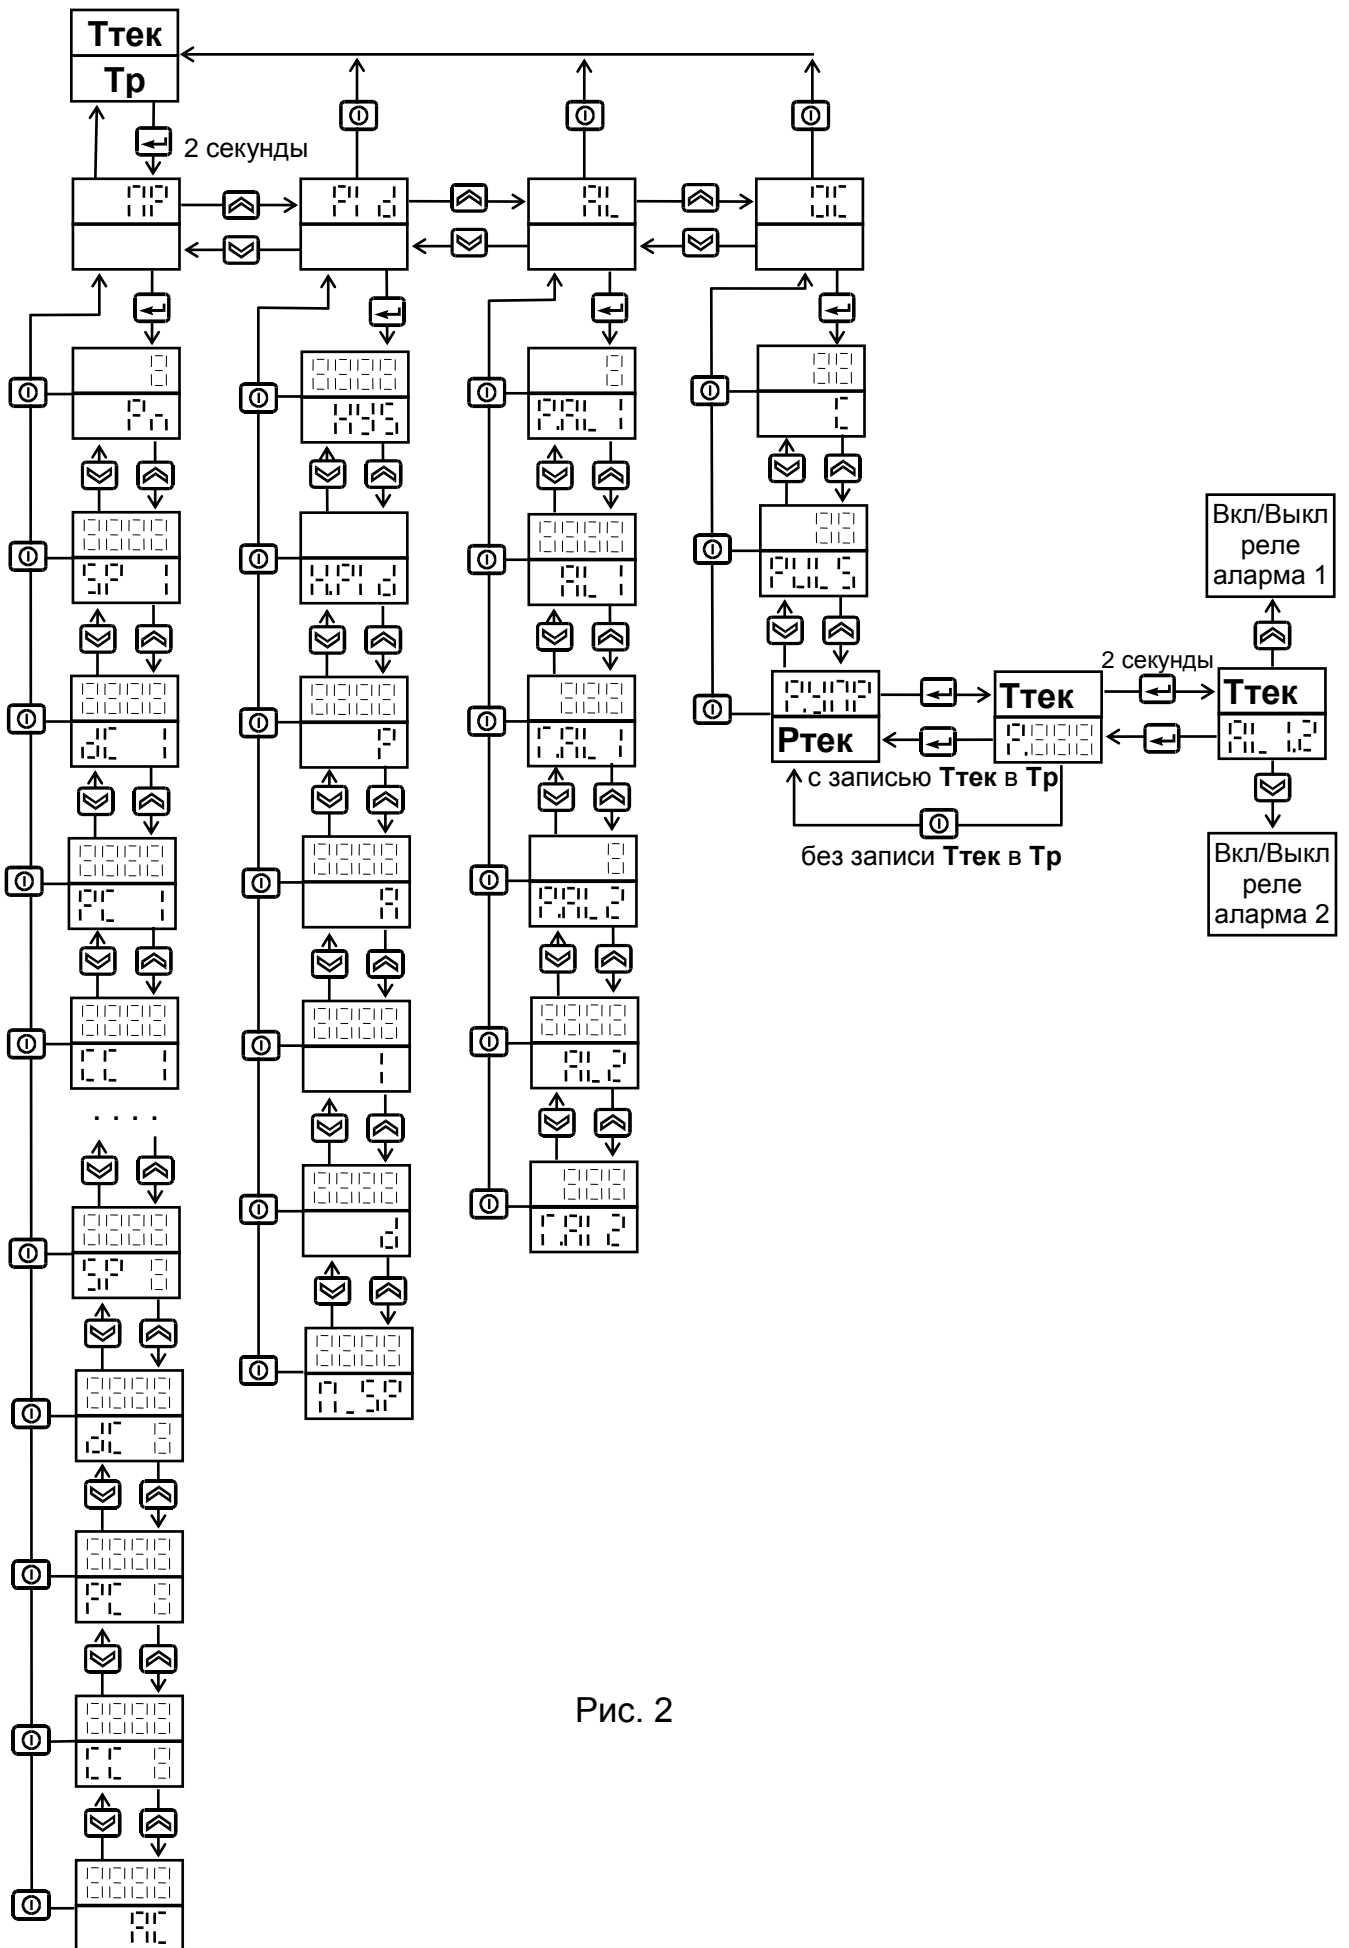

Рис. 2
- Для ввода других параметров, определяющих работу регулятора, нужно в режиме отображения текущей и заданной температуры нажать и удерживать кнопку  примерно две секунды до появления надписи  $P_{11}$  на верхнем индикаторе. Теперь из меню параметров можно выбирать и изменять те, которые необходимо (Рис. 2).
**4.6** Автоматическая настройка параметров  $K_{out}$ ,  $T_{int}$ ,  $T_{diff}$  и  $T_{dead}$  запускается при нажатии и удержании в течение двух секунд кнопки  при индикации параметра  $T_{dead}$  в меню параметров  $T_{dead}$  (см. Рис. 2). Через две секунды после нажатия кнопки  прибор выходит из меню и переходит в режим автоматической настройки параметров  $K_{out}$ ,  $T_{int}$ ,  $T_{diff}$  и  $T_{dead}$ , о чем свидетельствует мигание светодиода 'H'. По окончании настройки параметров прибор переходит в режим поддержания заданной температуры  $T_r$  или к выполнению шагов программы (если параметр  $T_{dead}$  не равен нулю). Автоматическая настройка параметров осуществляется всегда для основного заданного значения  $T_r$  независимо от того, задана или нет программа регулирования по шагам. Настройка параметров  $K_{out}$ ,  $T_{int}$ ,  $T_{diff}$  и  $T_{dead}$  производится по методу предельных колебаний. Во время автоматической настройки параметров прибор полностью закрывает заслонку если  $T_{тек} > T_r + \Delta T_{dead}$ , и полностью открывает если  $T_{тек} < T_r - \Delta T_{dead}$ . При этом происходит колебательный процесс по температуре как показано на Рис.4.
**4.8** Действие аварийного реле определяется параметрами режима работы, а также температурой задания и гистерезисом аварийного реле из меню  $P_n$  (см. Рис. 2). Параметры  $S_1$  и  $S_2$  задают режим работы аварийного реле. Существует 10 режимов работы:
- 2 - аналогично режиму 0, но отслеживание заданного условия начинается только после достижения текущей температурой основного заданного значения  $T_{рег}$  (если параметр  $P_n = 0$ ) или значения  $S_1$  (если параметр  $P_n \neq 0$ ). Считается, что текущая температура достигла заданной, если  $|S_1 - T_{тек}|$  меньше или равно  $P_1$ , где  $P_1$  - параметр из меню  $P_n$  (см. Рис.2). В режиме останова реле выключено.
- 3 - аналогично режиму 1, но отслеживание заданного условия начинается только после достижения текущей температурой основного заданного значения  $T_{рег}$  (если параметр  $P_n = 0$ ) или значения  $S_2$  (если параметр  $P_n \neq 0$ ). Считается, что текущая температура достигла заданной, если  $|S_2 - T_{тек}|$  меньше или равно  $P_2$ , где  $P_2$  - параметр из меню  $P_n$  (см. Рис.2). В режиме останова реле выключено.